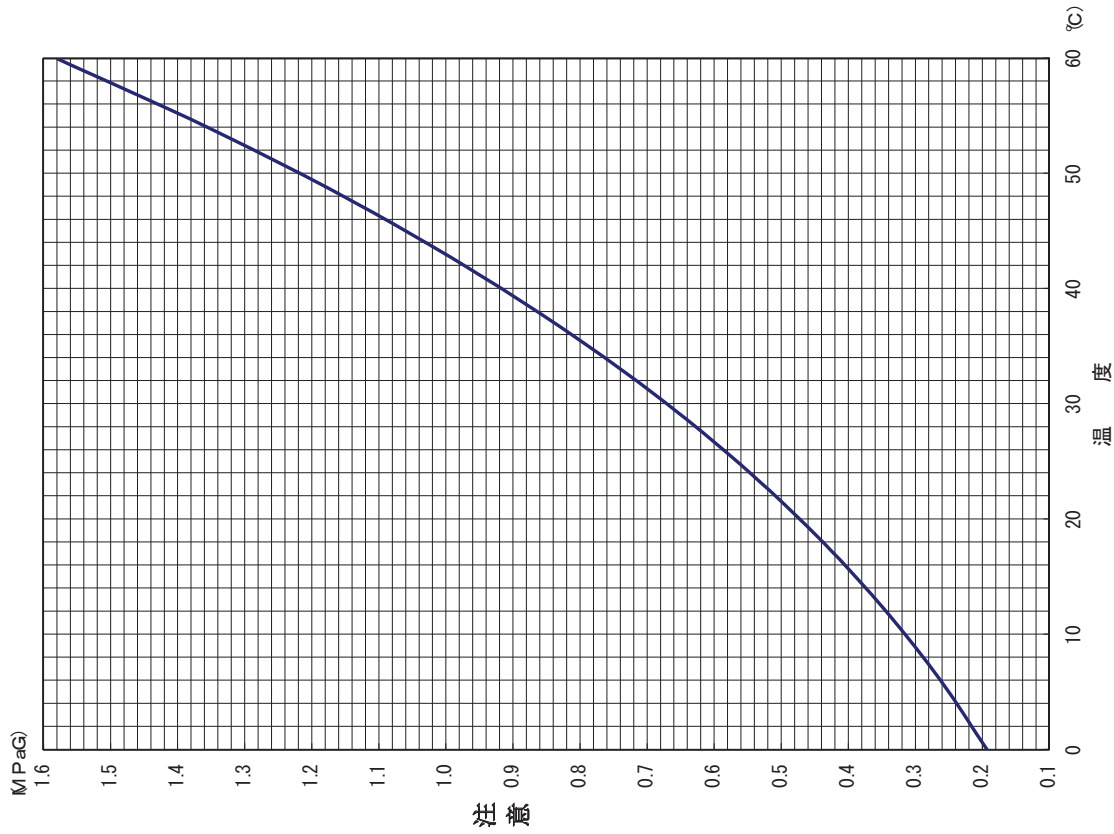

图 3 冷媒 (HFC134a) 饱和曲线
- (4) 机内的压力正常。（启动前的冷媒在稳定状态下，相当于冷水温度的饱和压力即属正常，参照图 3）
- (5) 压缩机的容量控制阀是全闭。